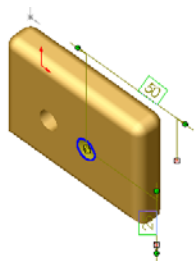

图 5-12 显示悬空尺寸
- 6. 此时悬空尺寸将以灰色显示，在尺寸的旁边还有对应的红色控标，如图 5-12 所示。